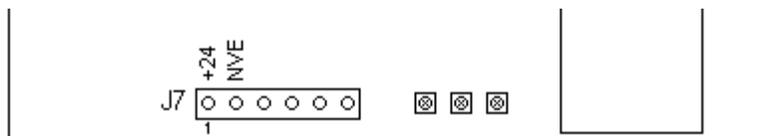

Figura 3
El equipo se alimenta de 24 Vcc (21 Vcc a 27 Vcc), positivo al terminal +24 (1) del conector J7 y negativo al terminal NVE (2) del conector J7 (Figura 3).